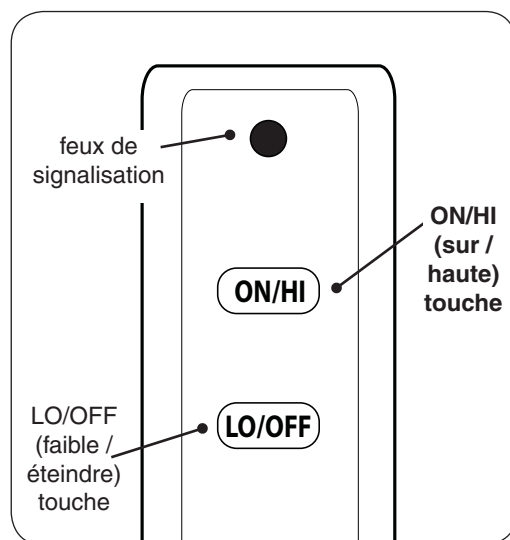

Fig. 38-1 Détail télécommande
2. Localiser la télécommande et appuyez sur le touche **ON/HI** (voir Fig. 38-1). La séquence d'allumage commence.